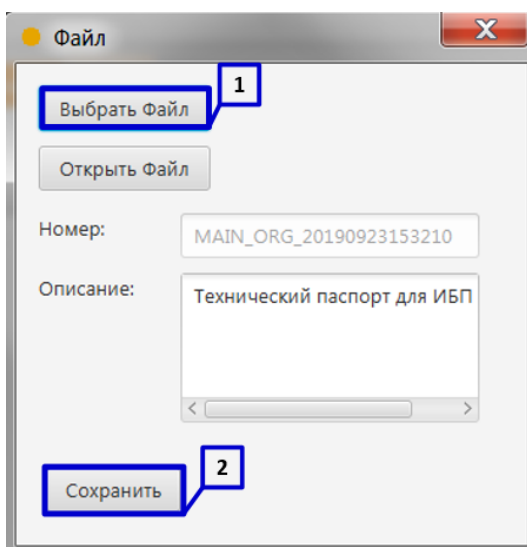

Рисунок 58. Создание документа: добавление электронного документа (Часть 2)
22. В открывшемся окне нажмите клавишу «Выбрать файл» (**Рисунок 58 пункт 1**). Выберите необходимый файл на компьютере в формате PDF;
23. Нажмите клавишу «Сохранить» (**Рисунок 58 пункт 2**);